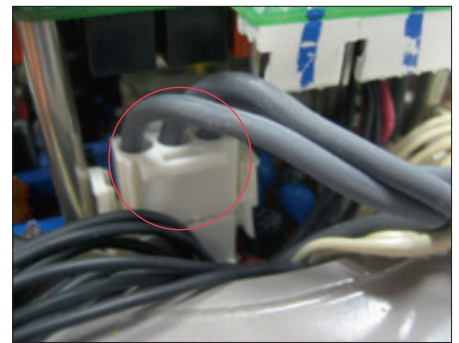

Abb. 28
- Ziehen Sie das 3-polige Stromversorgungskabel von der Stromversorgungsplatine ab (Abbildung 28).